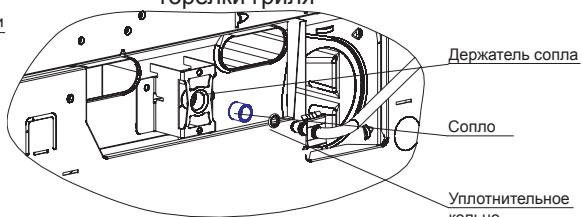

рис. 13
- Для замены сопла горелки гриля или горелки пода (см. рис. 13, 14) необходимо отвин-